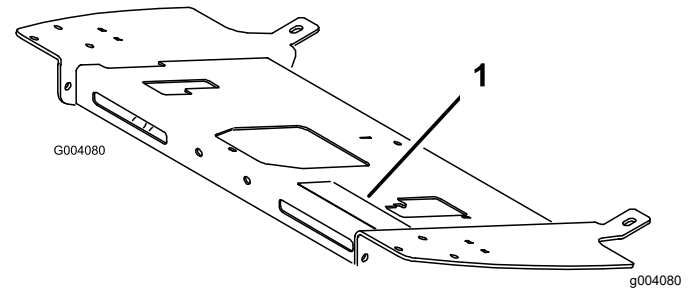

Figura 14
- Affiggete l'adesivo di pericolo adeguato sull'adesivo esistente sulla piattaforma dell'operatore (Figura 14):